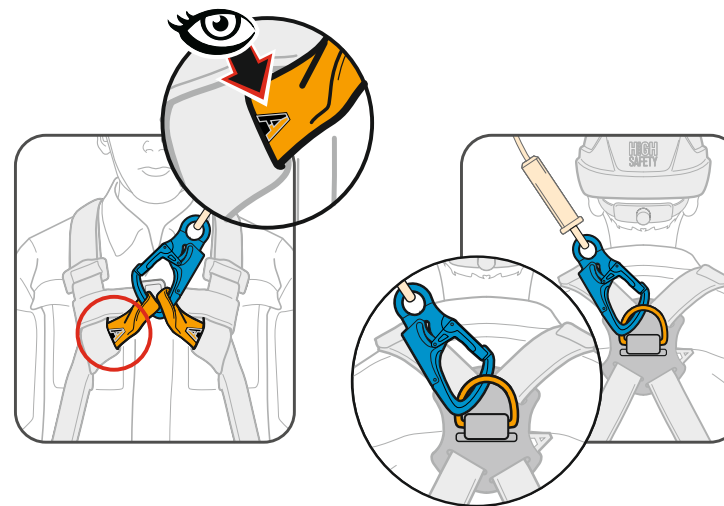

Рис. 9 Присоединение соединительно-амортизирующей подсистемы к точкам крепления на привязи.
10. Присоединить соединительную подсистему к точке крепления привязи с маркировкой «А» (буква «А» должна быть полностью закрашена) или соединив одновременно с двумя точками крепления, обозначенными половиной буквы «А» (рис. 9).